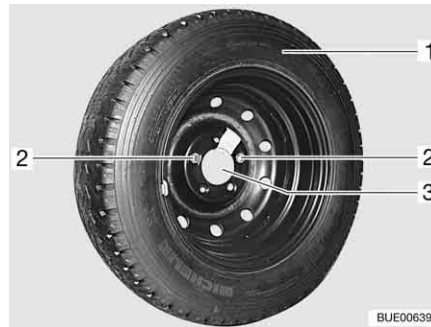

Fig. 226 Etrier de roue de secours dans le garage arrière
- Dévisser et retirer les deux vis de fixation (Fig. 226,2) avec les outils de bord.
- Retirer du centrage (Fig. 226,3) la roue de secours (Fig. 226,1).